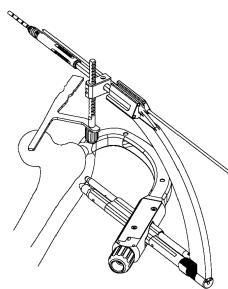

図 1-1
- 3) LS センターガイドをガイドピンスリーブ後端に組み付け、ネイル及びラグスクリューの位置を確認します。(図 1-1, 1-2)